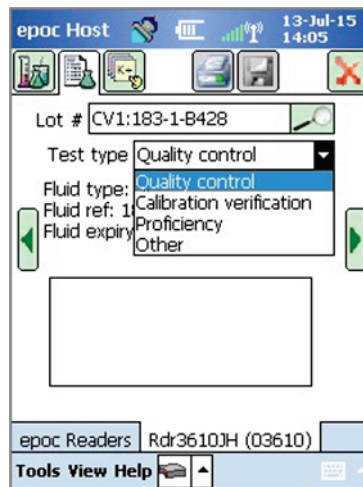

Figure 20
4. Sélectionnez un type de test dans le menu déroulant (Figure 20).